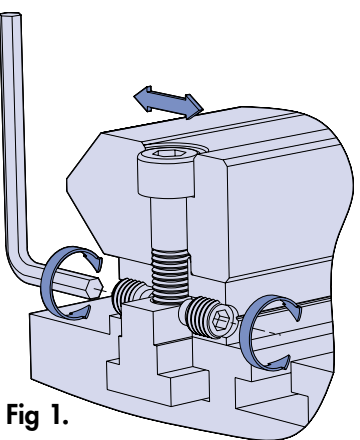

Fig 1.
- HLN steunplaten worden geleverd met schroefgaten en M8 inbusschroeven conform ISO 4028 indien klanten de uitlijnoptie met vijzelschroef nodig hebben. Gatconfiguratie 'B' heeft betrekking op vijzelschroefposities die corresponderen met bevestigingsgatposities, hetgeen noodzakelijk is voor gebruik in combinatie met de constructiebalken (zie afbeelding 1). Gatconfiguratie 'A' heeft betrekking op vijzelschroefposities die halfweg tussen de bevestigingsgatposities zitten en is bedoeld voor algemeen gebruik indien klanten voor hun eigen middenspiebaan kiezen of de SDPA paspennen van Hepco gebruiken zoals getoond in afbeelding 2.